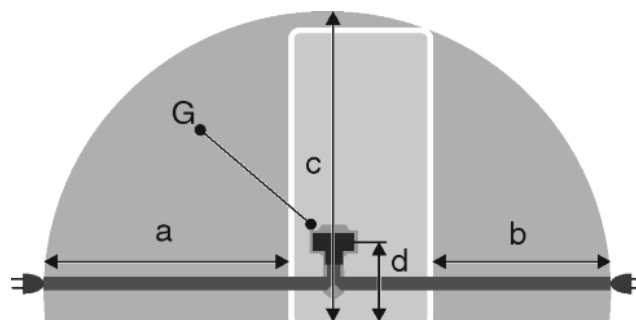

Fig. 28
- La prise de courant est en dehors de la zone postérieure de l'appareil dans la zone concernée. *Fig. 28 (a, b, c)*
- ▶ Introduire la la fiche de l'appareil *Fig. 28 (G)* au dos de l'appareil. Veiller à ce qu'elle s'introduise correctement.